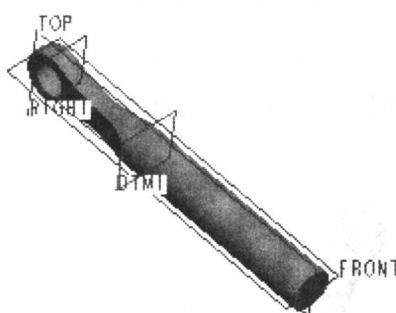
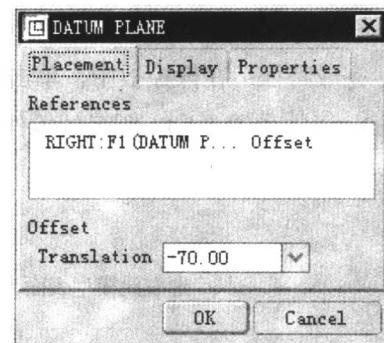

图 1.1.10
图 1.1.11
(5) 完成特征截面后，单击工具栏中的完成图标 \checkmark 。
(6) 在操控板中，选取双侧深度类型均为 ± 10 。
(7) 在操控板中，单击预览图标 ∞ ，可浏览所创建的切削特征。
(8) 在操控板中，单击完成图标 \checkmark ，则完成特征的创建。
Step7. 创建基准平面 DTM1。创建如图 1.1.10 所示的基准平面，相关操作如下。
(1) 单击创建基准平面命令图标 \square 。系统弹出 DATUM PLANE (基准平面) 对话框。
(2) 选取 RIGHT 基准面为参照平面，在 Translation (平移) 文本框中输入值-70，这时 DATUM PLANE 对话框如图 1.1.11 所示。
(3) 在 DATUM PLANE 对话框中单击 OK 按钮。